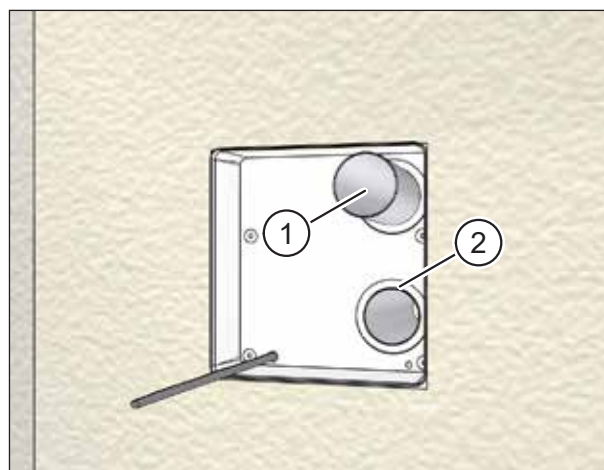

Fig. 28 : Couper à bonne longueur les tuyaux d'aération
- ▶ Poussez les deux tuyaux d'aération (pos. 1 dans Fig. 28) suffisamment dans les ouvertures du kit de montage pour qu'ils affleurent avec la face intérieure du kit de montage (pos. 2 dans Fig. 28).